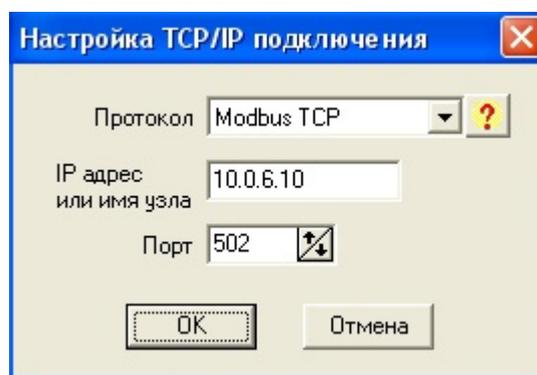

Рис.2.3
- 4) Не закрывая окно «Добавить узел», нажать на кнопку «Настройка...», где указать IP-адрес ПЛК.² (Рис.2.3).